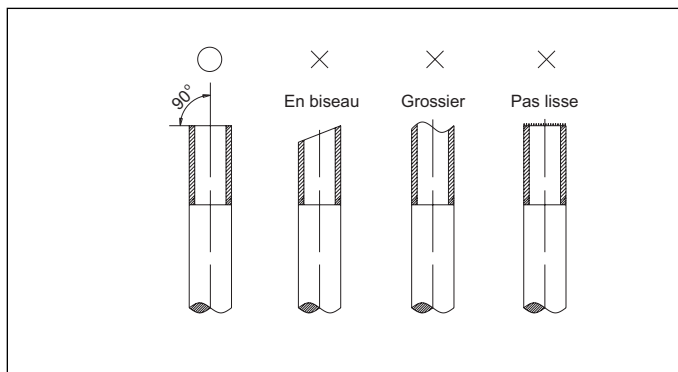

Figure 35. Coupe des conduites
- Couper les conduites avec un coupe-tube. Les coupes doivent être plates et lisses comme illustrées à la « Figure 35. Coupe des conduites »